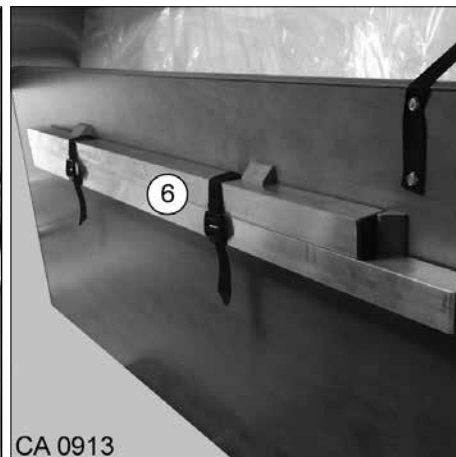

Fig. 25 Fäste för fyrkantrör
4. Sätt ihop fyrkantrören (Fig. 25, pos. 6) och fäst dem i sängens undersida.